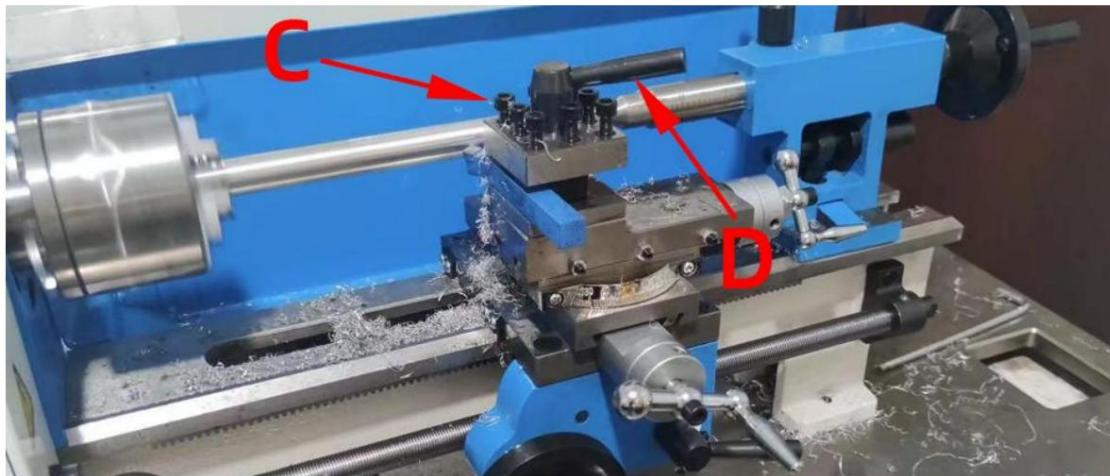

Fig.5 Réglage du porte-outil
Lorsque vous allez régler la position du support d'outil, il vous suffit de desserrer le levier indiqué sur (D) de la Fig. 5. Une fois que vous avez terminé, assurez-vous de serrer. Si vous devez remplacer le coupe-pièce, vous devez desserrer les vis de (C) à l'aide de la clé Allen fournie.